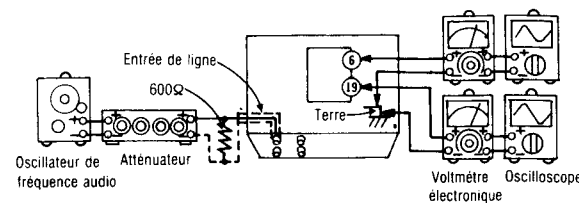

Fig. 10
1. Le raccordement de l'équipement d'essai est montré à la Fig. 10.
3. Régler avec l'atténuateur de telle sorte que la puissance de sortie entre la borne ⑥ (canal de gauche) [borne ⑨ (canal de droite)] de IC401 et la masse soit de 12,3mV.